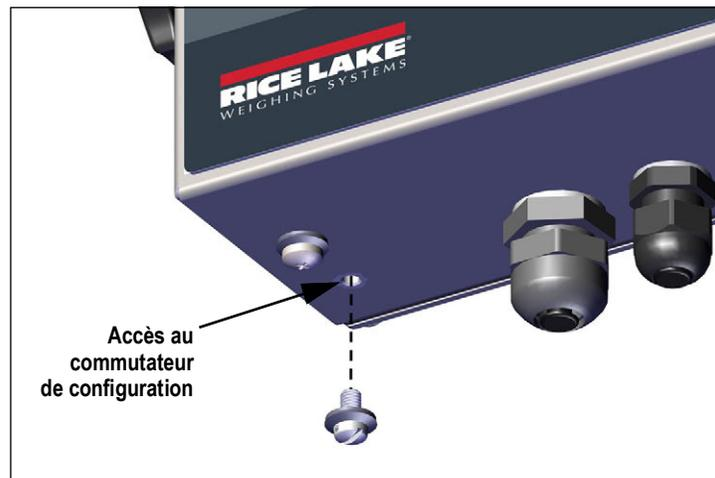

Figure 4-1. Accès au commutateur de configuration
1. Accédez au mode de configuration en appuyant sur le commutateur de configuration (Figure 4-1, page 35).  s'affiche.